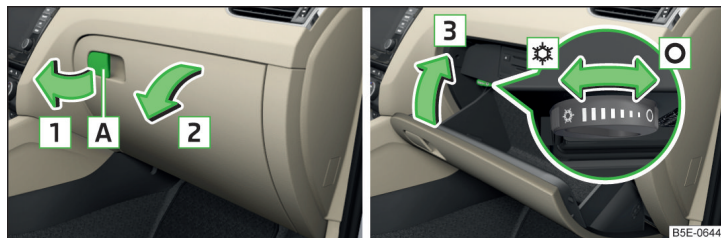

Abb. 85 Ablagefach öffnen / Ablagefach schließen und Luftzufuhr bedienen
- Zum **Öffnen** den Griff **A** in Pfeilrichtung **1** ziehen und den Deckel in Pfeilrichtung **2** klappen » Abb. 85.
- Zum **Öffnen** den Drehschalter bis zum Anschlag in die Position \* drehen » Abb. 85.